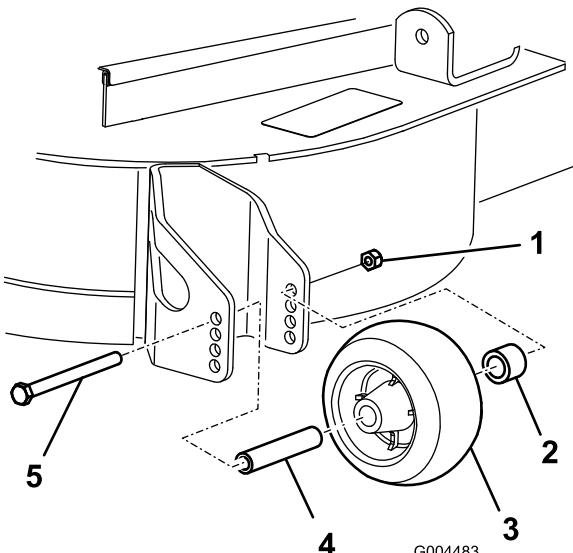

Figure 24
3. Après avoir réglé la hauteur de coupe, réglez les galets en retirant l'écrou à collet, la bague, l'entretoise et le boulon (Figure 24).
5. Posez l'écrou à embase, la bague, l'entretoise et le boulon. Serrez à un couple de 54 à 61 Nm (40 à 45 pi-lb) (Figure 24).